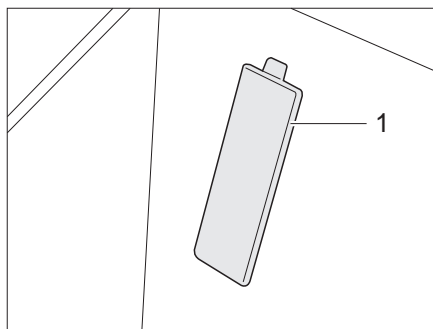

Fig. 290 Cache numéro de châssis (véhicule porteur Fiat)
- ▷ Le numéro de châssis se trouve derrière un cache (Fig. 290,1) dans la zone d'entrée, côté passager sur les véhicules porteurs Fiat.